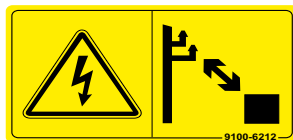

Figura 22
- Faça uma avaliação completa do local de trabalho antes de qualquer operação. Verifique se existem obstáculos próximos do implemento, como árvores, paredes e redes elétricas que oferecem riscos de lesões graves ou fatais (Figura 22).